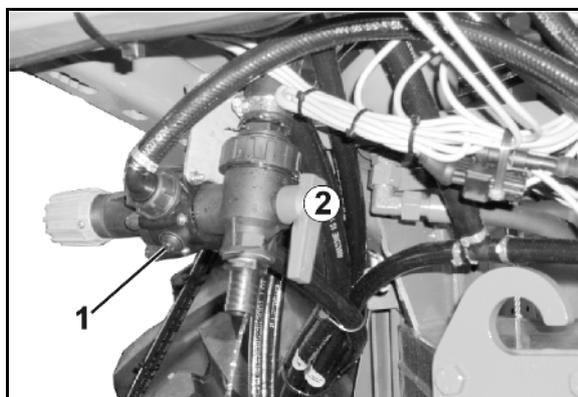

Fig. 160
13. Alle Spritzleitungen von den Teilbreiten-Ventilen (Fig. 160/1) abziehen und mit Pressluft ausblasen.